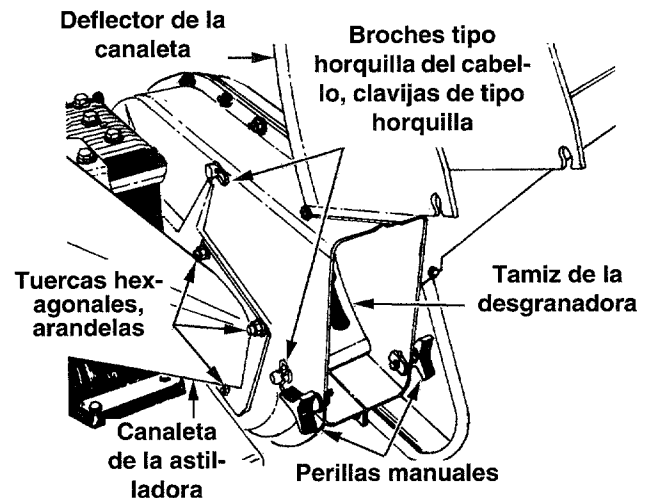

Figura 17
- Extraiga los dos broches tipo horquilla del cabello de las clavijas de tipo horquilla que se extienden a través del armazón. Extraiga las clavijas de tipo horquilla. Vea la figura 17.
- Tire desde adentro del armazón el tamiz de la desgranadora. Vea la figura 17.
- Usando una llave de 1/2", extraiga la canaleta de la astilladora extrayendo tres tuercas hexagonales y arandelas. Vea la figura 17.